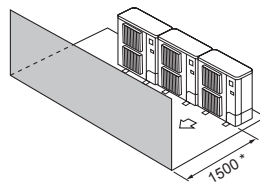

Fig. 2-15
- ③ Obstáculos sólo en la parte delantera (Fig. 2-15)